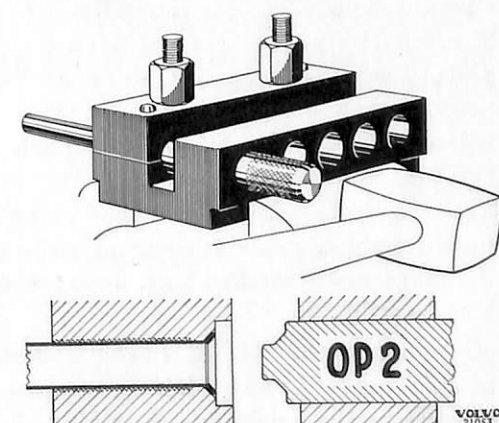

Bild 28. Kragning av bromsrör.
5. Byt ut dornen mot OP 2 (bild 28) och slå in denna i botten.